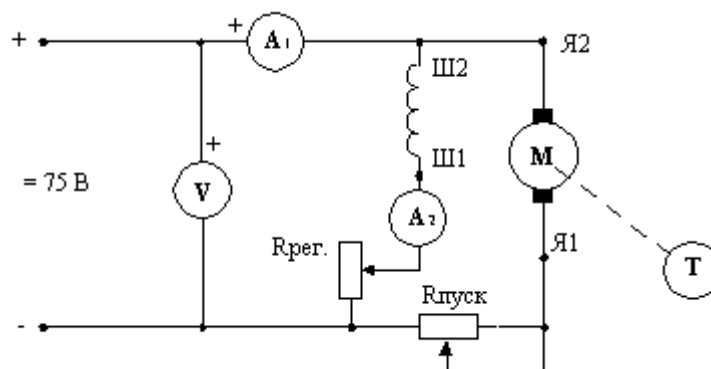

Рис. 1. Схема исследования двигателя
- 4.2. Собрать схему исследования двигателя и представить ее для проверки преподавателю (рис.1).